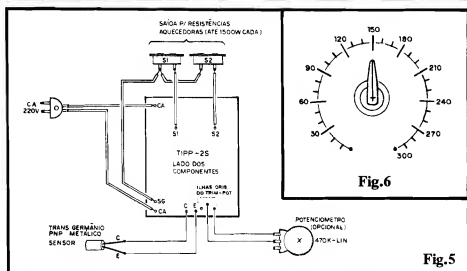

Fig. 5
ginal do TIIPP-2S...), porém é possível simplesmente substituir tal componente por um potenciômetro externo à placa, ligado a ela através de fios isolados, no necessário comprimento (ver próxima figura...). Notar que algumas ilhas/furos, embora codificadas, estão "livres" no diagrama... Destinam-se tais pontos às conexões externas, detalhadas na fig. 5...
- FIG. 5 - CONEXÕES EXTERNAS À PLACA - As ligações externas à